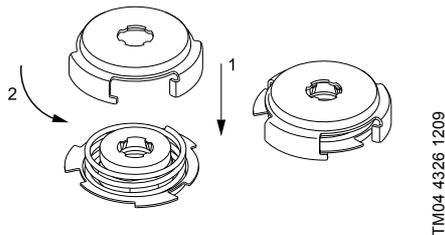

Abb. 7 Montieren der Feder und des Mitnehmers
6. Die Feder (Pos. 108) und den Mitnehmer (Pos. 112) montieren. Siehe Abb. 7.